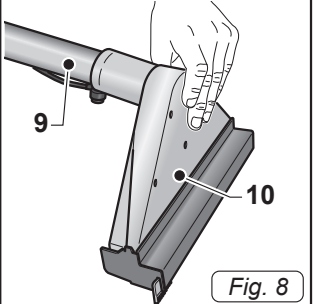

Fig. 8
- Inserire nel tubo (9 Fig. 8) la bocchetta pavimenti (10 Fig. 8).